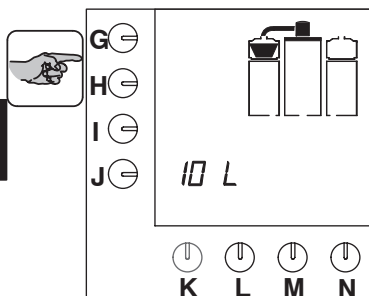

Fig. 9 Droptid
- Så snart kaffebhållaren har fyllts, blinkar filterkorgen på displayen för dropptiden (fig. 9).
- Indikatorlampan tänds. Standardmöjligheterna visas på displayen (fig. 9).